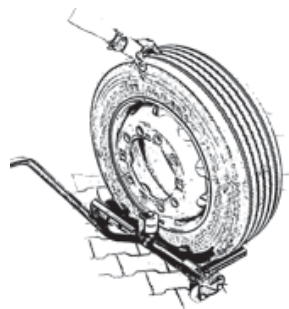

Fig. 03
Demontage eines Reifens: Positionieren Sie bitte mit dem Wagen unter den zu demontierenden Reifen. Achten Sie darauf, dass Sie der Reifen vorsichtig auf dem Wagen abgesetzt wird. Bitte halten Sie den Reifen beim Rangieren mit der Hand fest (s.Fig.03). Montage eines Reifens: Fahren Sie den Wagen mit dem Reifen an die Radnabe, halten Sie den Reifen derweil mit der Hand fest (s.Fig.03), so dass er nicht abrutschen kann. Zur Positionierung der Felge auf der Nabe, ist die Radaufnahme des Wagens mit Rollen ausgestattet.
- Platzieren Sie die Last mittig auf dem Radhandwagen. (Abb. 03)
- Benutzen Sie den Radhandwagen nur auf harten und ebenen Flächen. (Abb. 03)
Removal: Position the dolly under the wheel to be removed. Loosen the wheel nuts and ensure that the wheel is carefully lowered onto the dolly. During transport hold the wheel steady by hand (see Fig.03).
Mounting: Position the dolly with the wheel at the wheel hub, hold the wheel firm (see Fig.03), so that it cannot slip off. The wheel seat of the dolly is equipped with rollers for positioning the rim on the hub.